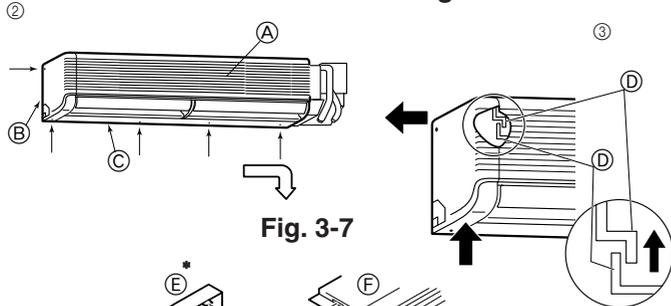

Fig. 3-7
- Ⓓ 墙壁固定托架 ①
- ② 卸下图中箭头所指的5个螺钉。(Fig. 3-7)
- ③ 卸下左侧面板和较低的面板。